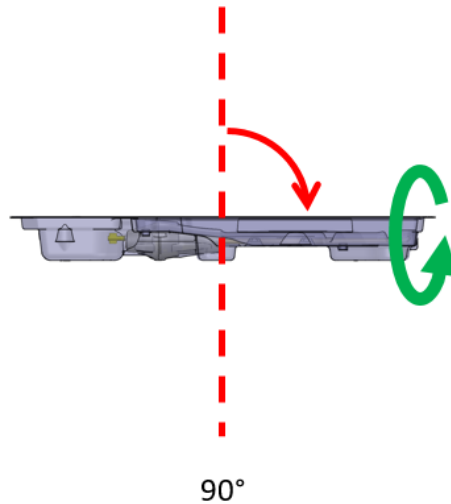

Figure 18 : Emballage de l'UA incliné à 90 degrés
- d. Poursuivre le mouvement d'inclinaison de l'UA à 90 degrés et répéter le cycle de rotation décrit à l'étape précédente (*Figure 18*).